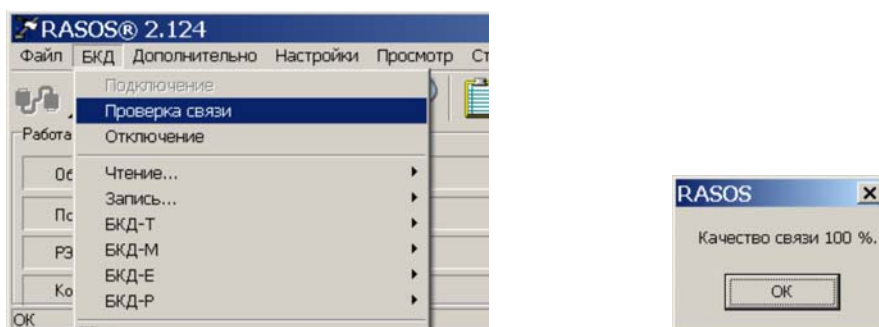

Рисунок 13
4) Проверить качество связи ПЭВМ с БКД-М по интерфейсу RS-232 (рисунок 13), выполнив команду **БКД\Проверка связи**. Качество должно быть 100%.